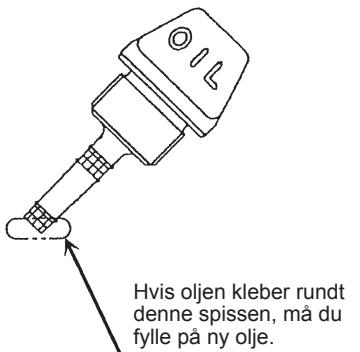
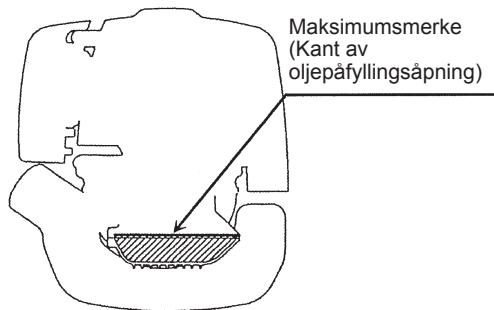

Fig. 1
Fig. 2
Når oljestanden er for lav, fordi oljemåleren bare berører oljen med spissen, særlig mens oljemåleren er stukket inn i veivhuset uten å være skrudd inn (fig. 1), må du fylle på ny olje i nærheten av porten (fig. 2).
(1) Hold maskinen vannrett og ta ut oljemåleren.
(2) Fyll olje til kanten av oljepåfyllingsåpningen. (Se fig. 2 på foregående side).